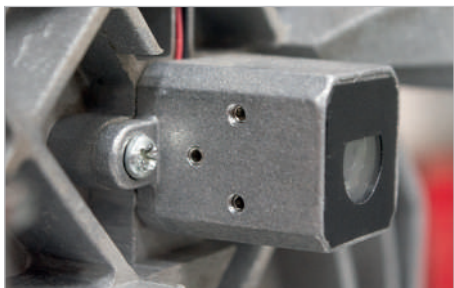

рис.7
7.3 Два винта, ближайших к опоре направляющих — регулируют положение лазера относительно плоскости диска. Регулировка производится поочередной затяжкой и ослаблением винтов с противоположных сторон корпуса лазера.(рис.7)